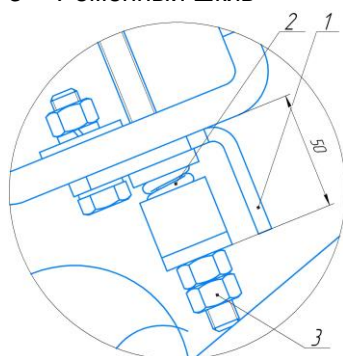

Рис. 64. Натяжное устройство
Пружина (2) (Рис. 64) должна быть предварительно натянута до длины I (50мм) шаблона (1).
- Если пружина и шаблон не находятся на одной прямой, подтяните и законтрите пружину гайками (3).